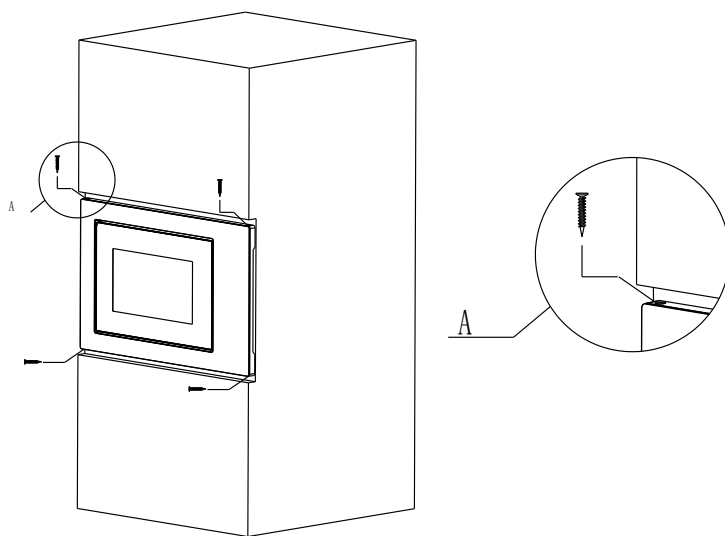

Fig.4
d) Utilizar os parafusos da embalagem de peças para fixar o forno microondas no armário. (Fig.4)